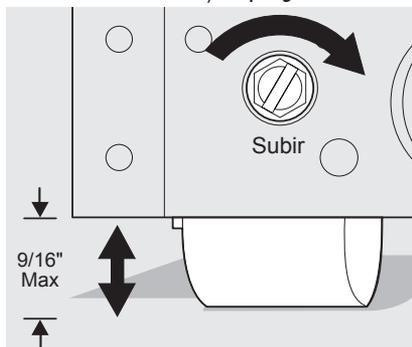

Figura 2
2. Utilice un destornillador de cabeza plana o llave de cubo de  $\frac{3}{8}$  pulgadas para levantar o bajar los rodillos frontales (Figura 2). No levante la cabina más de  $\frac{9}{16}$  pulgadas.